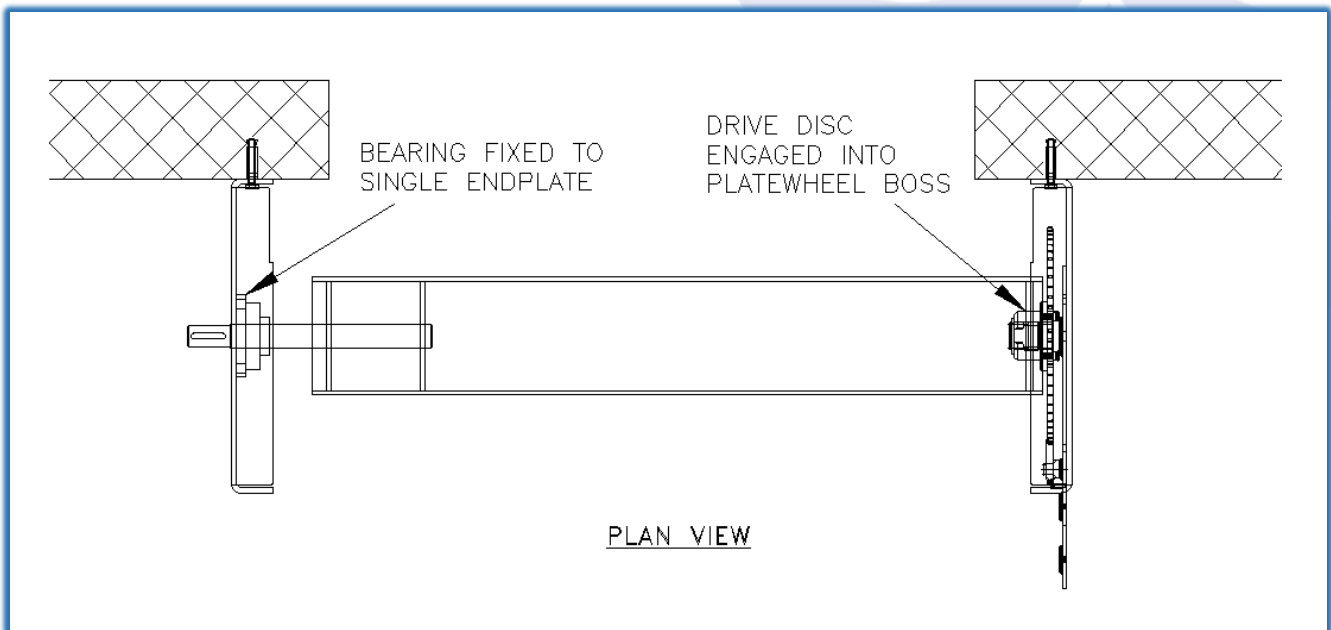

Fig. 004
- 6) Løft rullen på plass (egnet løfteutstyr kreves). Skyv rulleakselen gjennom hullet i den enkle endeplata og sett deretter rullen på motorendeplata ved å feste drivskiven (som er sveiset i enden av røret) i bunnen på platehjulet. Fest lageret til den enkle endeplata ved hjelp av medfølgende skruer. Ikke stram til festeskruene i lageret, da dette vil hindre at rullen utvides ved brann. **Se fig. 004.**